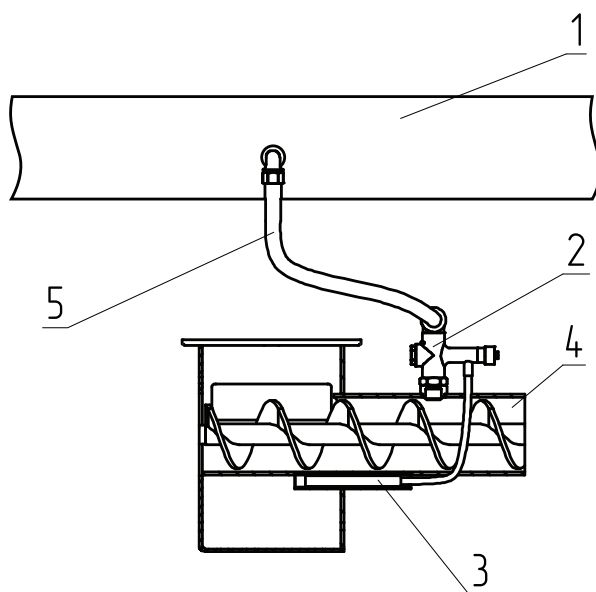

Рис.4 Система охлаждения топливопровода
- Для обеспечения полной пожарной безопасности необходимо устанавливать систему охлаждения топливопровода (доступно в качестве опции, **см. Рис.4**);
Внимание! Термобаллон клапана (Рис.4, поз.3) должен быть зафиксирован в гильзе двумя винтами.